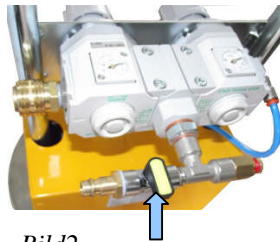

Bild 2
- >>Drehen Sie den Druckluftkugelhahn auf "Position zu" (Seite 17, Bild2).